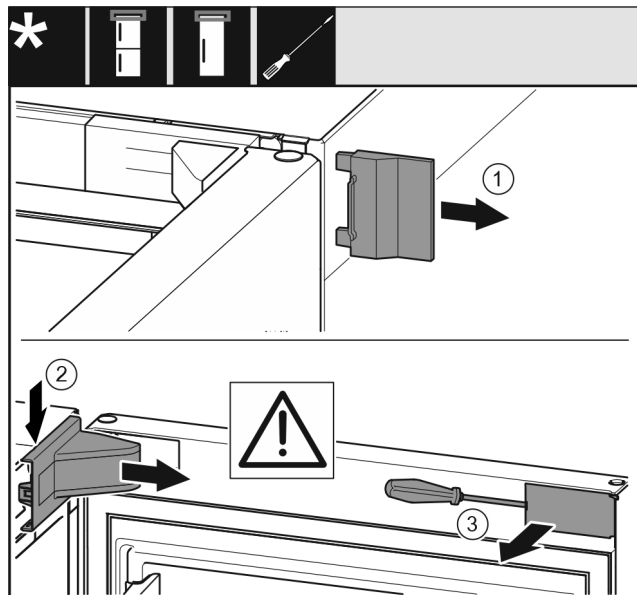

Fig. 6
- ▶ Зніміть зовнішню кришку. Fig. 6 (1)
- ▶ Звільніть і ослабте кришку опорного кронштейна. Зніміть кришку опорного кронштейна. Fig. 6 (2)
- ▶ За допомогою шліцевої викрутки звільніть від фіксатора та поверніть убік накладку. Fig. 6 (3)